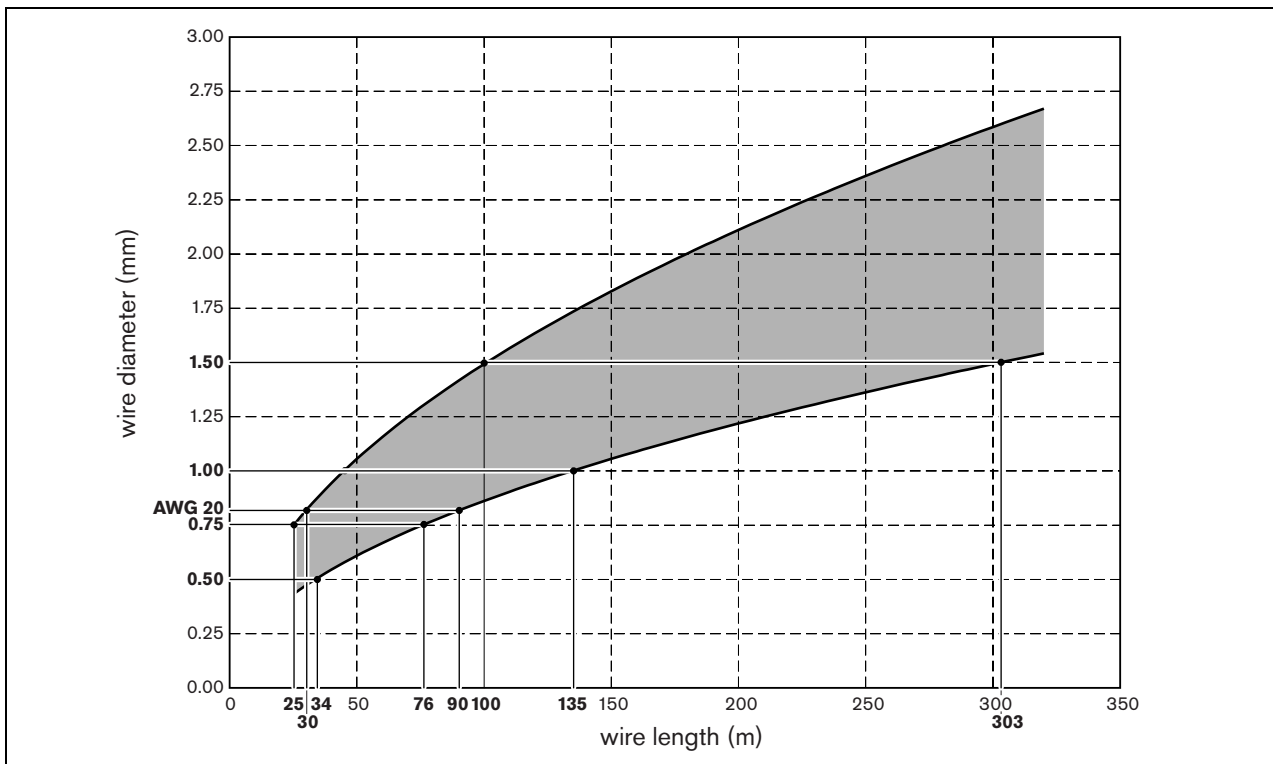

figure 2.9: Diamètre de fil //longueur de fil (fils cuivre)
- 2 Utilisez figure 2.9 pour obtenir le diamètre de fil autorisé.
Par exemple, dans une salle rectangulaire d'une largeur (W) de 10 m et d'une longueur (L) de 30 m, la longueur du fil est de 80 m. Conformément à figure 2.9, le diamètre du fil doit être entre 0,77 et 1,34 mm. Donc, vous pouvez utiliser un fil AWG 20 ou un fil de diamètre standard de 1,00 mm.